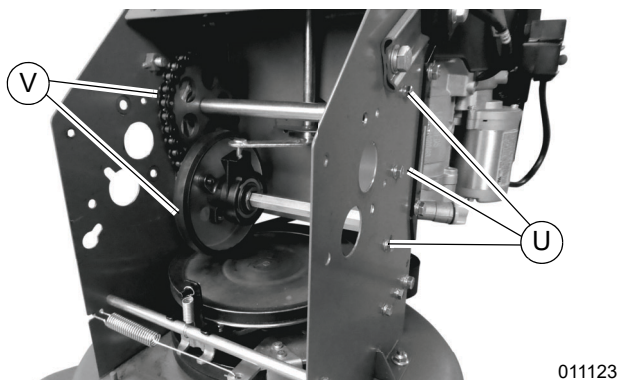

Figure 4-27. Démontage du mécanisme d'entraînement par roue de friction
15. Voir **Figure 4-27**. Retirer les six vis, rondelles-freins et rondelles plates (U) de fixation du mécanisme d'entraînement par roue de friction (V) à l'aide d'une clé de 10 mm.